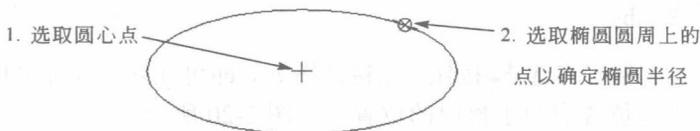

图 2-14 椭圆的绘制
(5) **椭圆的绘制** 点选按钮 ，先用鼠标左键选取圆心点，再用鼠标左键选取椭圆圆周上的点以确定椭圆半径，如图 2-14 所示。